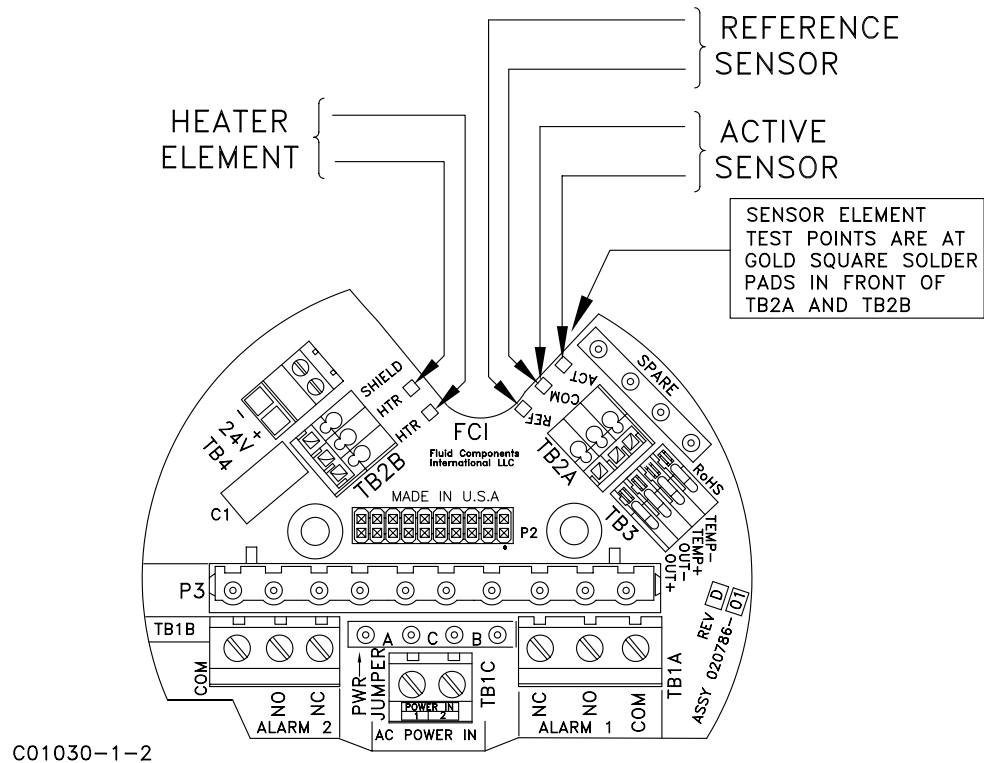

Figura 5-1 Placa Terminal, Pontos de Teste
- Veja a tabela de solução de problemas na Figura 5-1 ao final desta seção.